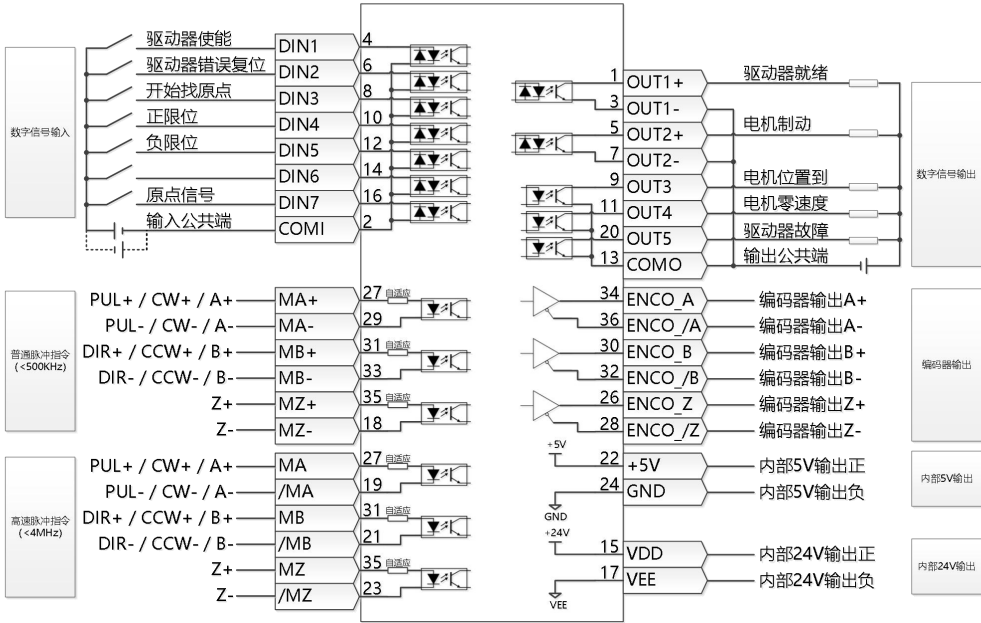

图 3-13 FD5P-LA/CA/EA 驱动器 IO 口默认定义
- 图 3-13 显示了 FD5P-LA/CA 驱动器默认 IO 功能的 X1 接线，更多的 IO 功能可以通过数字面板或上位机调试软件自行定义。有关更多 IO 功能的详细信息，请参见第五章 5.5 节。